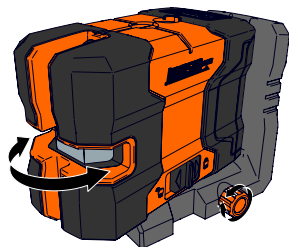

Figure 15
3. Lorsque le faisceau laser vertical est utilisé (d'aplomb), faire pivoter l'appareil dans la position souhaitée. Utiliser le bouton de réglage fin pour effectuer de petits ajustements. (Figure 15)